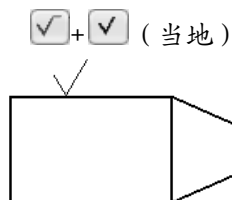

图 6.6.5 基本+当前
- **符号(S)** 区域：用于设置表面粗糙度的样式。表面粗糙度的组合样式如图 6.6.5～图 6.6.19 所示。